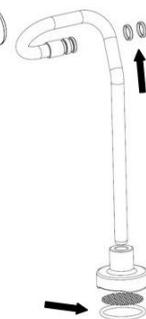

Abb. 22
- Nehmen Sie **alle** O-Ringe ab. Nehmen Sie bei innen liegenden O-Ringen die Büroklammer zu Hilfe. Werfen Sie **alle** entnommenen O-Ringe weg! (Abb. 22)